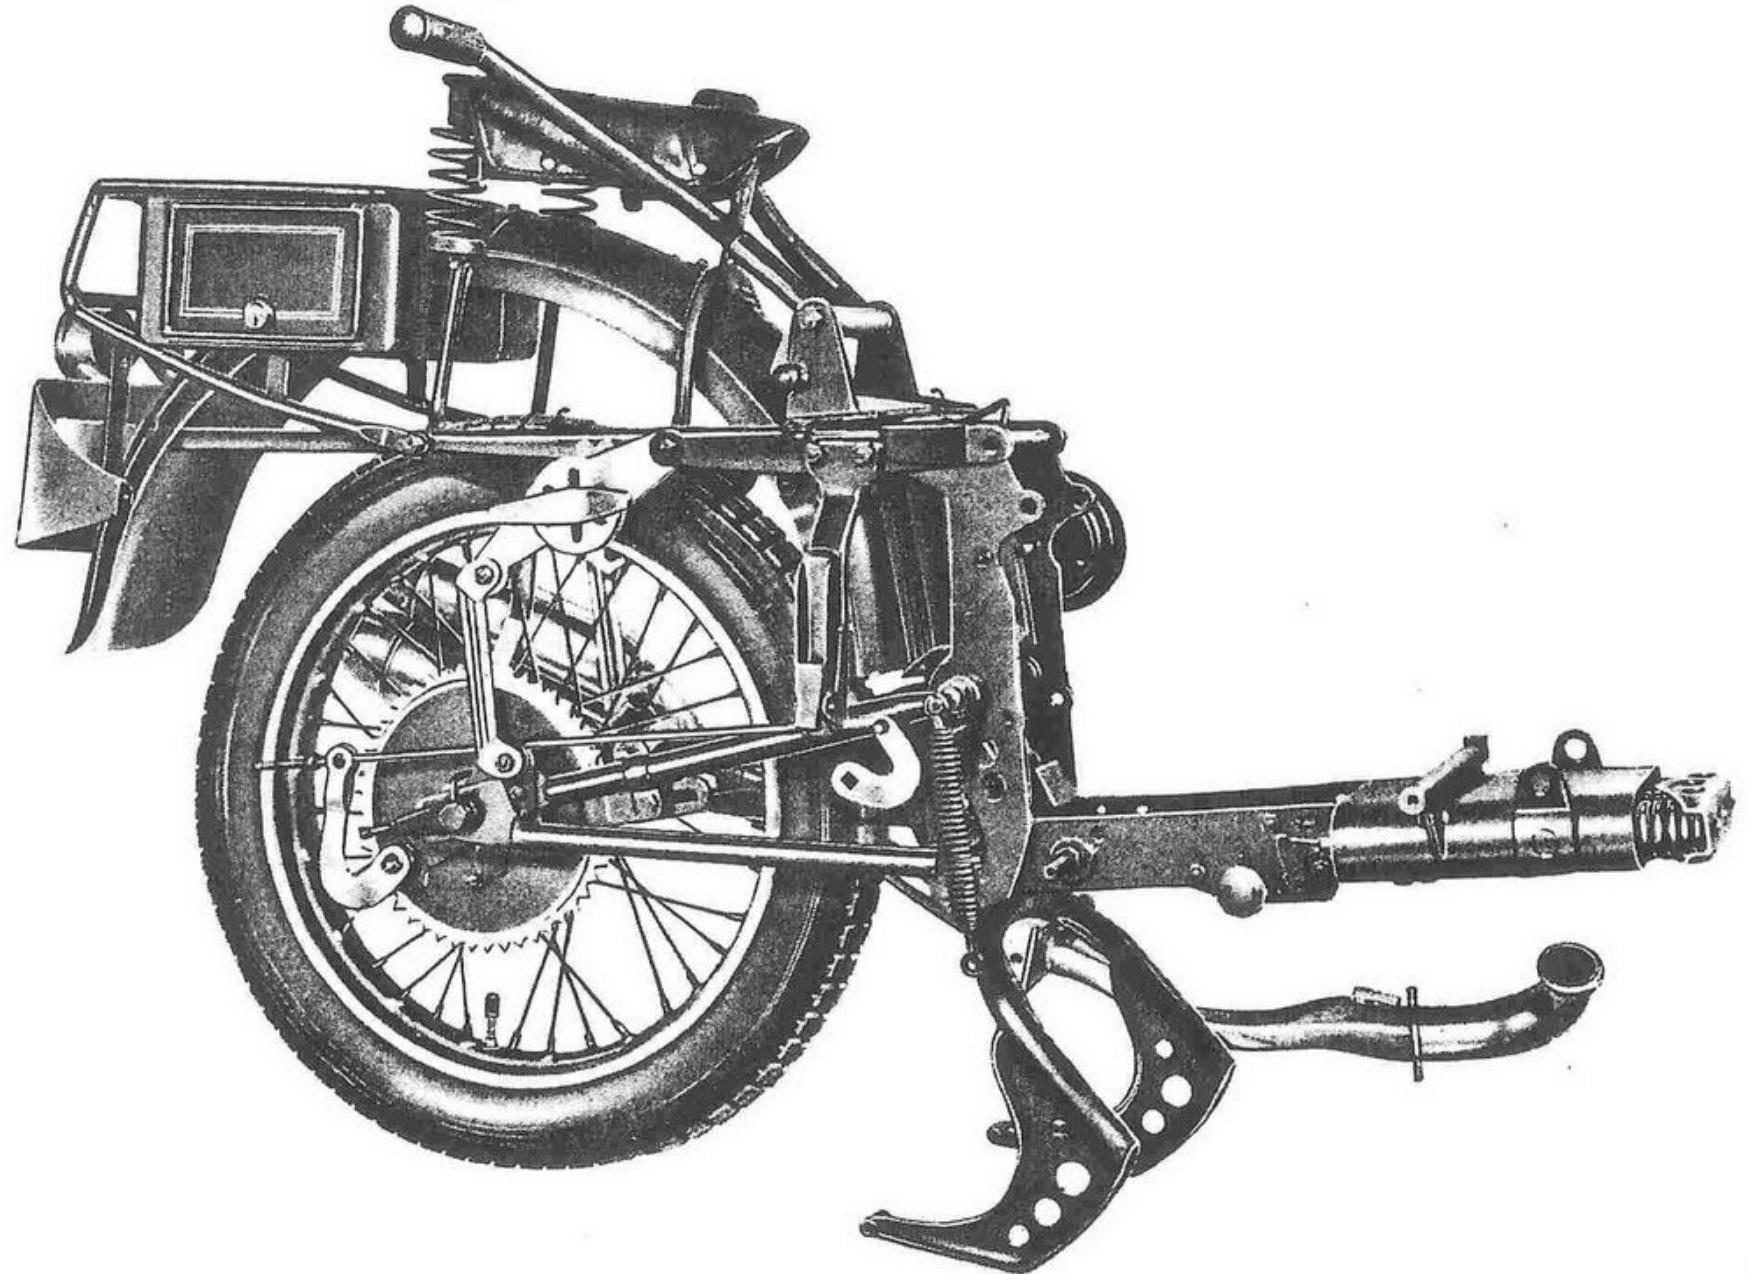

Fig. 28 - Parte posteriore del telaio
- il portapacchi con le cassette portaferri e il parafango (vedere fig. 28).